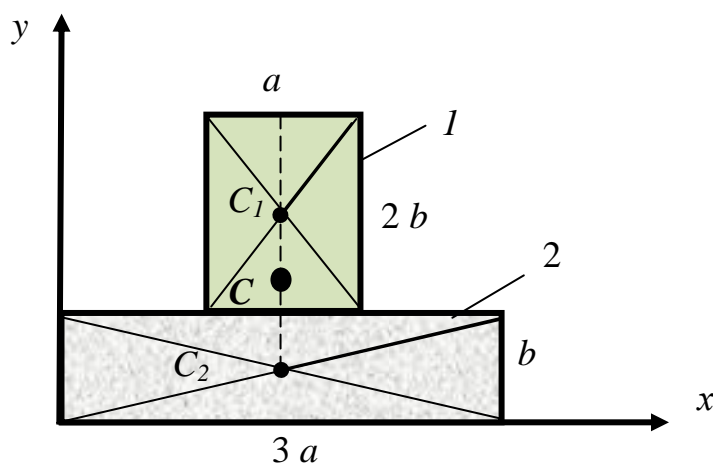

Рисунок 1.
**Задача 1 . Рассчитать центра масс фигуры (рис.1):**